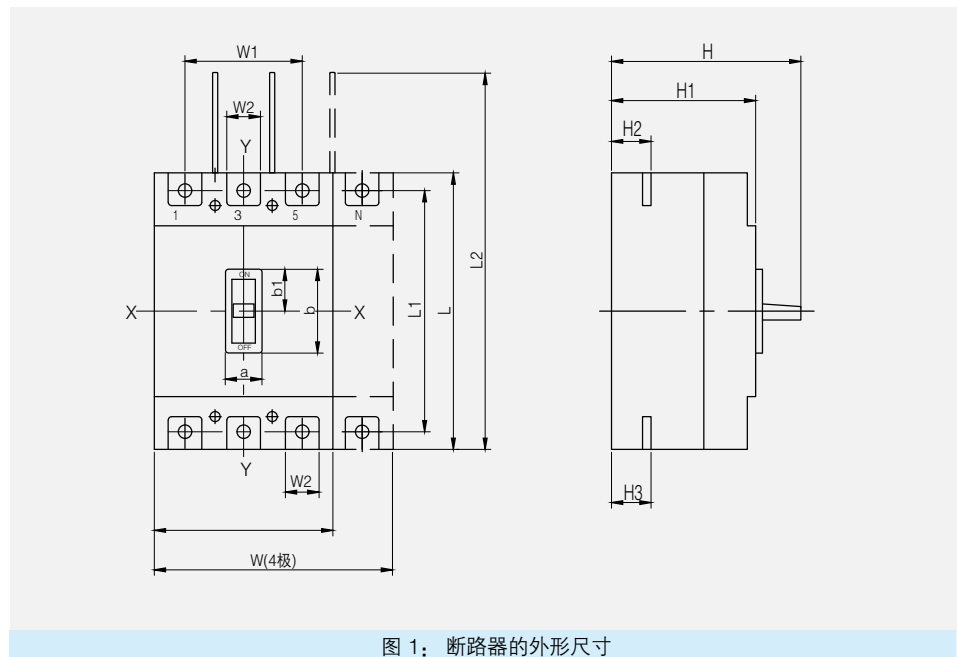

图 1： 断路器的外形尺寸
5.1 断路器的外形尺寸见图1和表5。（X-X,Y-Y为三极断路器的中心）